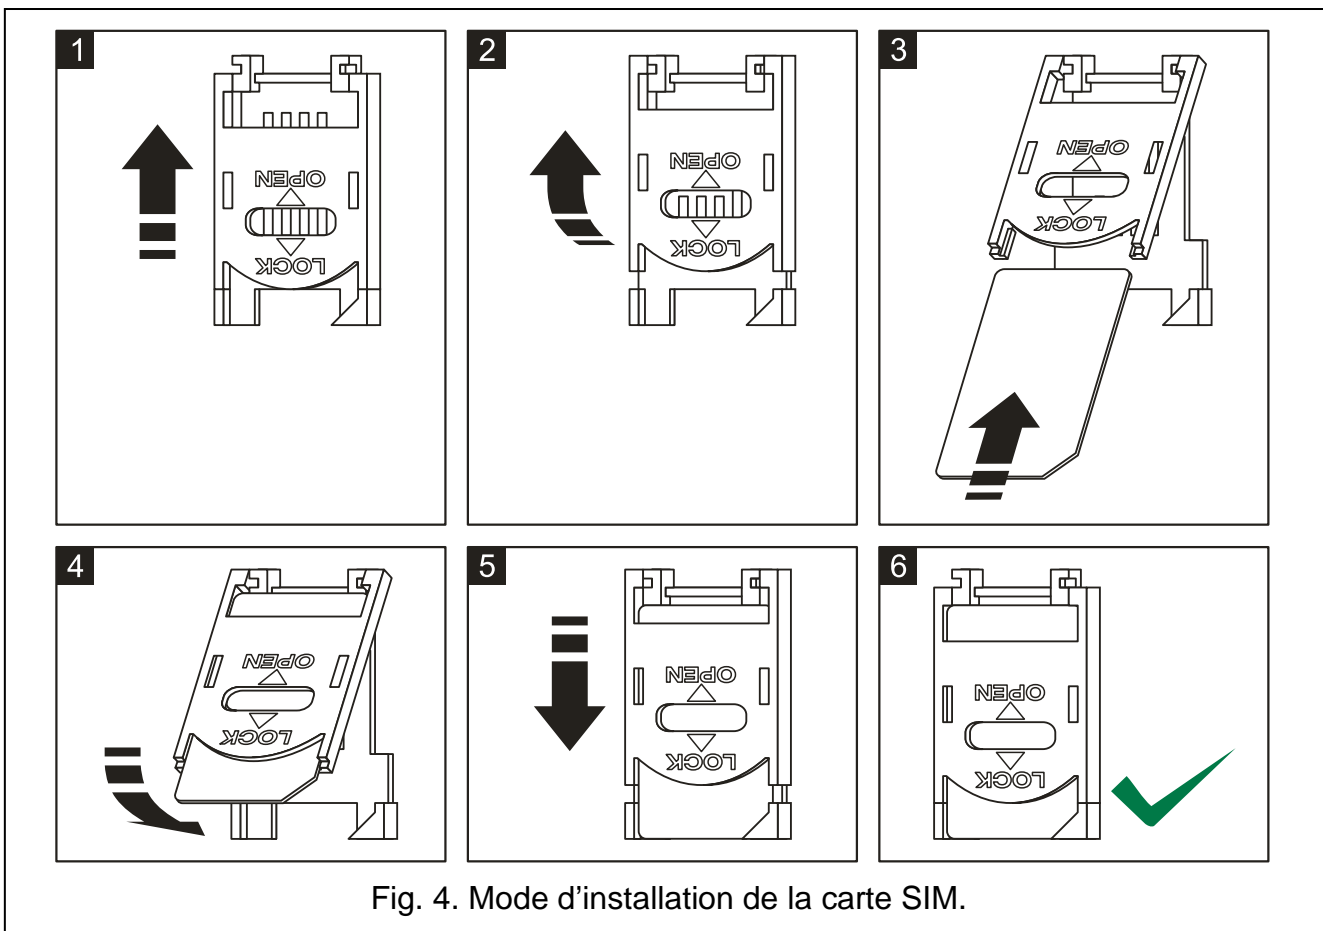

Fig. 4. Mode d'installation de la carte SIM.
7. Insérer la carte SIM dans le logement SIM (voir : fig. 4).